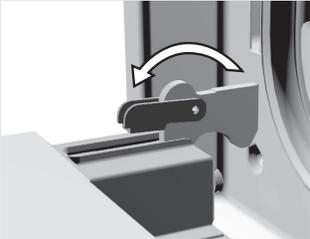

Abb. 1
- Fassen Sie die Glasscheibe am unteren Rand an, ziehen Sie sie leicht zu sich und heben Sie sie an Nicht zu viel! Höchstens 10 mm, damit der Dorn des Glasträgers aus dem Spalt austritt (Abb. 1).
- Heben Sie die Träger auf der linken und rechten Seite der Backofentür leicht an (Markierung 1 auf dem Träger) und ziehen Sie sie dann von der Glasscheibe weg (Markierung 2 auf dem Träger) (Abb. 1).
- Öffnen Sie die Backofentür und drehen Sie die Aushängesperre bis zum Anschlag zurück – das gilt für das klassische Schließsystem (Abb. 1).